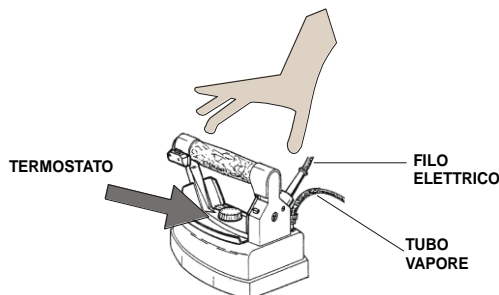
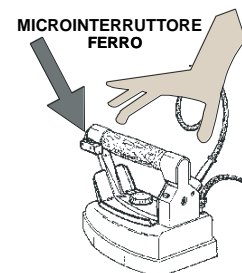

FIG. 2
FIG. 3
1. Passare il ferro da stiro sui capi da stirare (fig. 3), premendo ad intervalli il pulsante rosso (microinterruttore) del vapore e contemporaneamente schiacciare il pedale dell'aspirazione (fig. 1). Si consiglia di tenere schiacciato il pedale dell'aspirazione qualche secondo in più del tasto del vapore, in modo da permettere che il capo si asciughi. Per una buona stiratura si consiglia di posizionare il termostato del ferro (fig. 2) verso la zona finale di "cotone".
4. Per la stiratura a secco si può regolare il termostato (fig. 2) sulle varie posizioni, a seconda del tipo di tessuto che si vuole stirare (fare riferimento quindi alle indicazioni apposte sui capi).
4. Danneggiamento dei cavi elettrici del ferro (fig. 2).
5. Perdita d'acqua dal ferro (fig. 3).
7. Lavare o pulire il ferro da stiro con l'acqua (fig. 3).